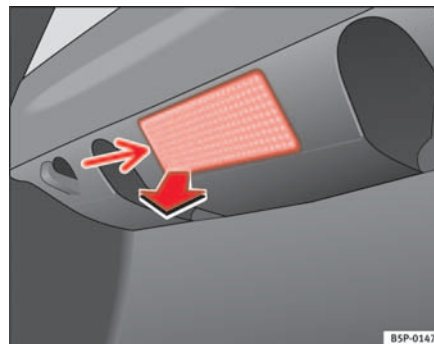

Abb. 187 Gepäckraumbeleuchtung
- Das Lampenglas der Glühlampe durch Druck mit einem Schraubenzieher auf dessen Unterkante -Pfeil- abnehmen ⇒ Abb. 187 ►